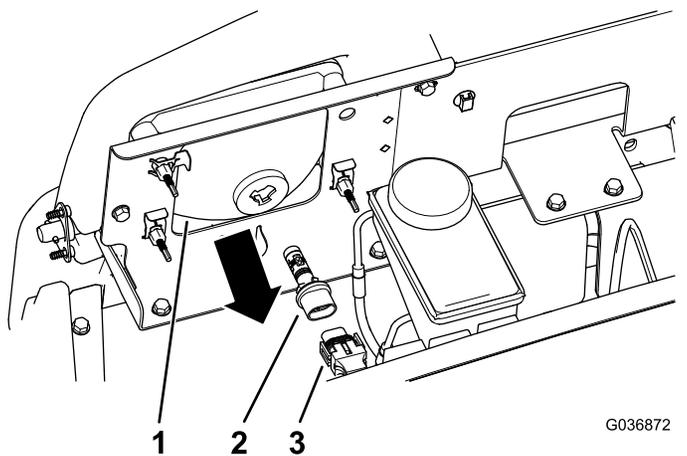

図 51
3. ヘッドライトハウジングの裏側からきているランプアセンブリ用ハーネスコネクタを外す 図 51。
4. ランプアセンブリを左に1/4回転させて後ろに引き抜いてヘッドライトハウジングから取り出す 図 51。
5. 新しいランプアセンブリとヘッドライトハウジングを入れ、ランプアセンブリについているタブをヘッドライトハウジングのスロットに合わせる 図 51。
6. ランプアセンブリを右方向に 1/4 回転させて取り付ける 図 51。
7. ハーネス用のコネクタを、新しいランプアセンブリのコネクタに接続する 図 51。